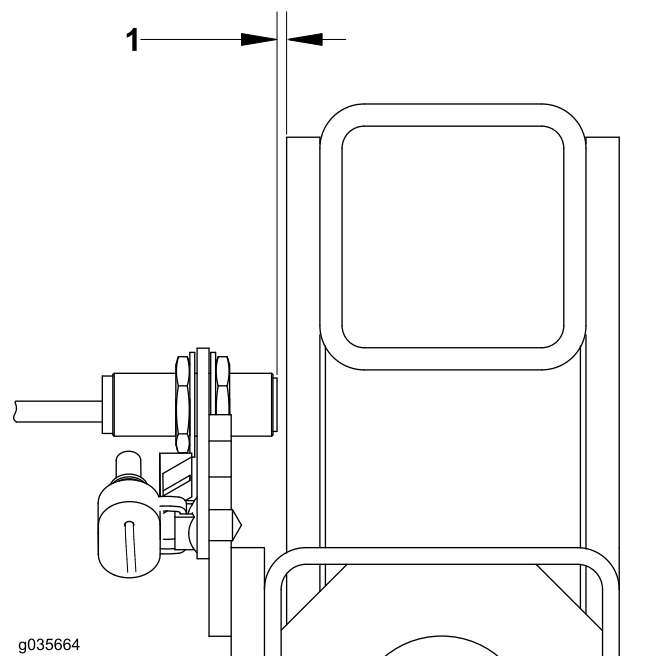

図 19
5. 取り付けしたセンサーに 3.6 mm の隙間を作る (図 19)。